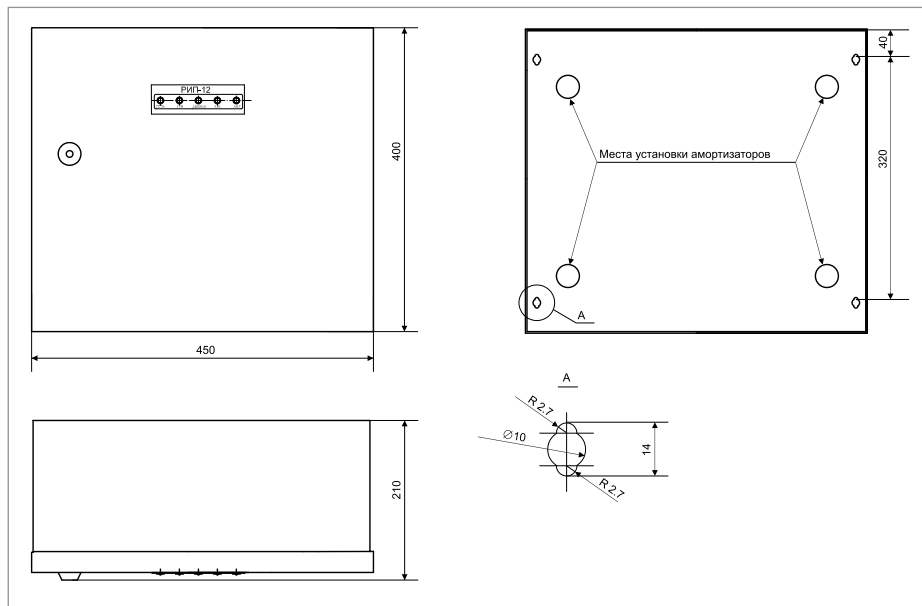

Рисунок 4. Внешний вид и габаритные размеры РИП
2. Установите амортизаторы RBS-41-BK из комплекта поставки в соответствии с разметкой на Рисунок 4.
3. Наметьте на стене места для четырёх установочных отверстий в соответствии с габаритным чертежом (см. Рисунок 4). Просверлите отверстия.